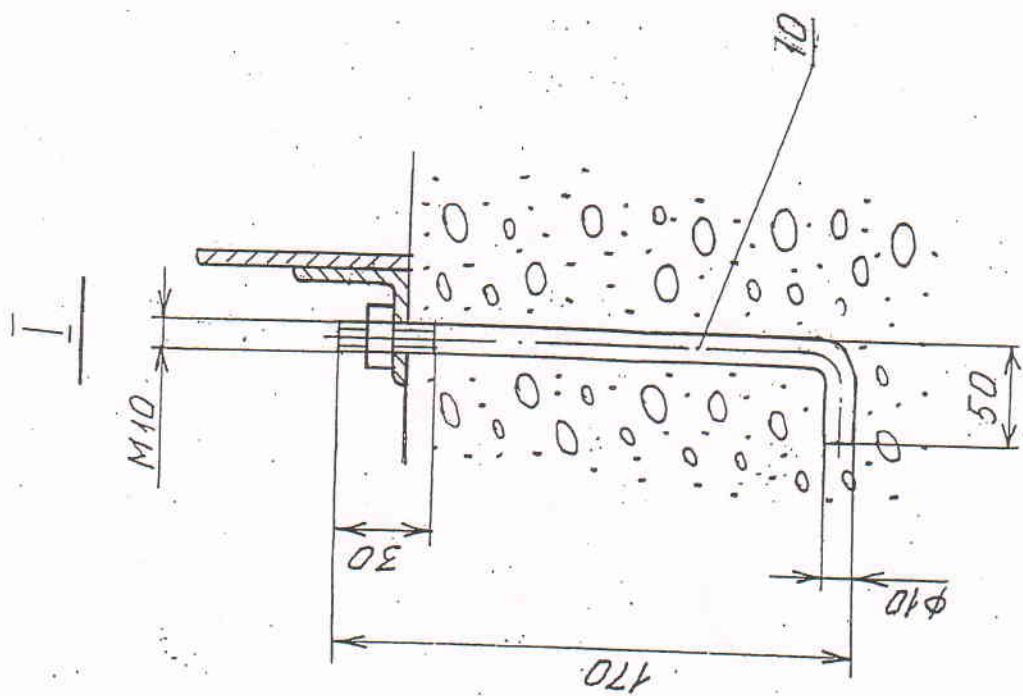

Рис. 1
4.1. При рассмотрении устройства и работы машины руководствоваться **рис. 1**.
6.1. Машина ставится на фундамент и крепится четырьмя фундаментными болтами (см. рис.1, поз.10).